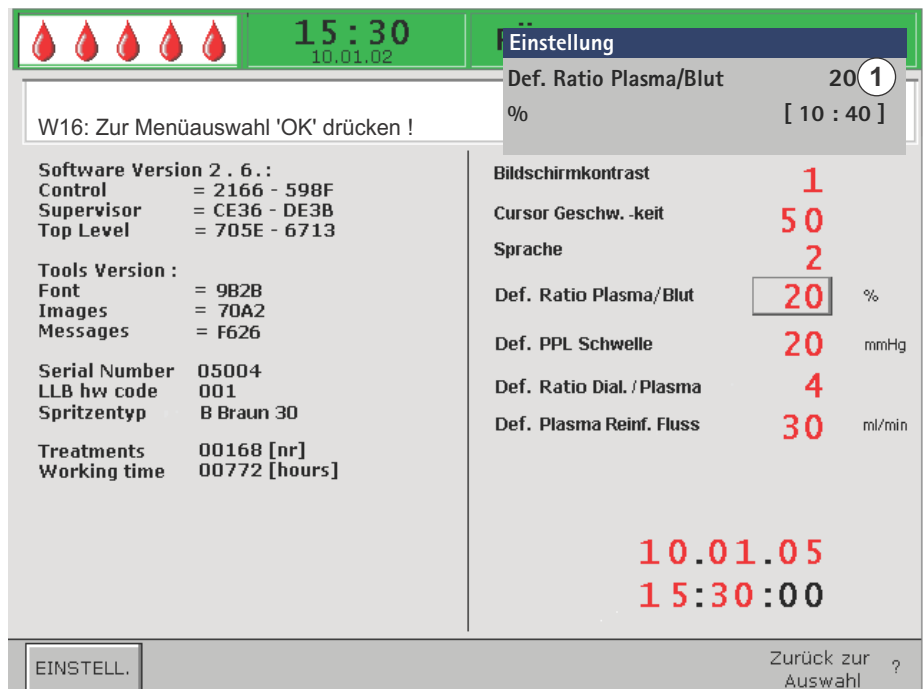

Abb. 3-7 Bildschirm *Einstellungen* - Auswählen eines sicherheitsrelevanten Parameters
Wenn ein Parameter für die Patientensicherheit relevant ist, wird der aktuell eingestellte Wert im *Einstellungsfenster* über dem Einstellbereich angezeigt (Abb. 3-7, ①). Außerdem blinken die LEDs über der *OK*-Taste.